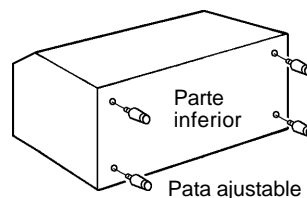

Fig. 3
1) Colocar la cubeta de almacén sobre su parte trasera con cuidado para no dañarla. Introducir las cuatro patas ajustables (accesorios de la cubeta) en los agujeros que hay al efecto en la parte inferior de la cubeta. Véase la fig. 3.